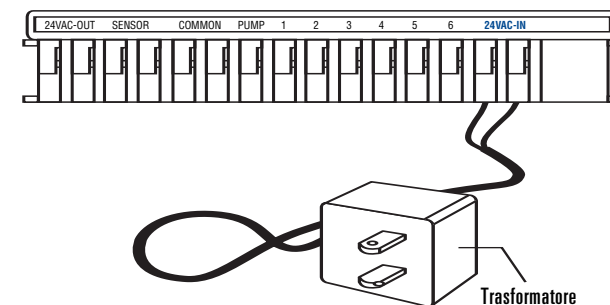

Figura 25: Collegamento del trasformatore
- Rimuovere la copertura di protezione del vano batterie ed individuare i due fori per i morsetti contrassegnati con "24VAC IN". [Vedere la Figura 25]